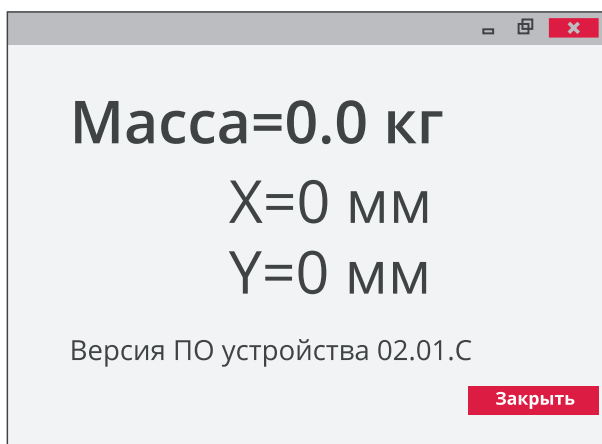

Рисунок 6 – Экранная форма в тестовом режиме.
2.3.2. Для перехода в тестовый режим работы прибора дважды щелкнуть мышкой по логотипу «МЕРА», при этом появится новая экранная форма в соответствии с рис. 6